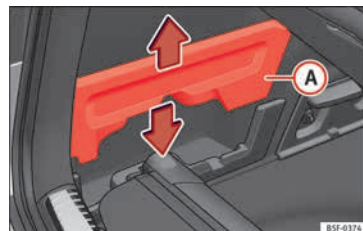

Fig. 164 En el maletero: alojamiento para guardar la bandeja portaobjetos.
- Extraiga las tapas » **fig. 164 A** izquierda y derecha.